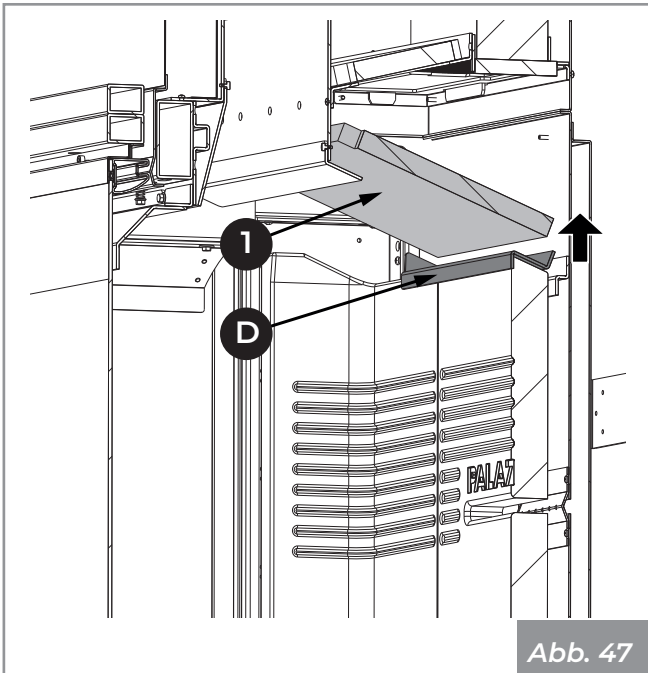

Abb. 47
- 4) Erheben und entnehmen Sie in der Reihenfolge die Platten (1) und den Haltebügel der Schamotteplatten (D) (Abb. 47)